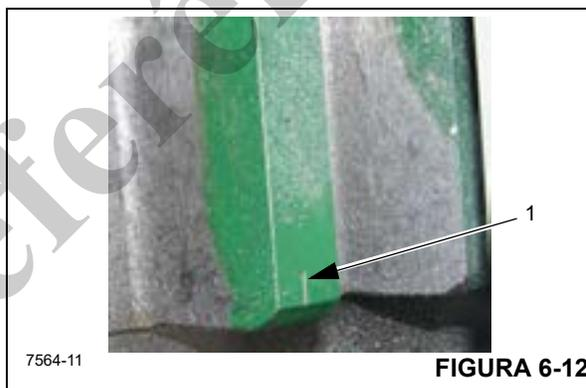
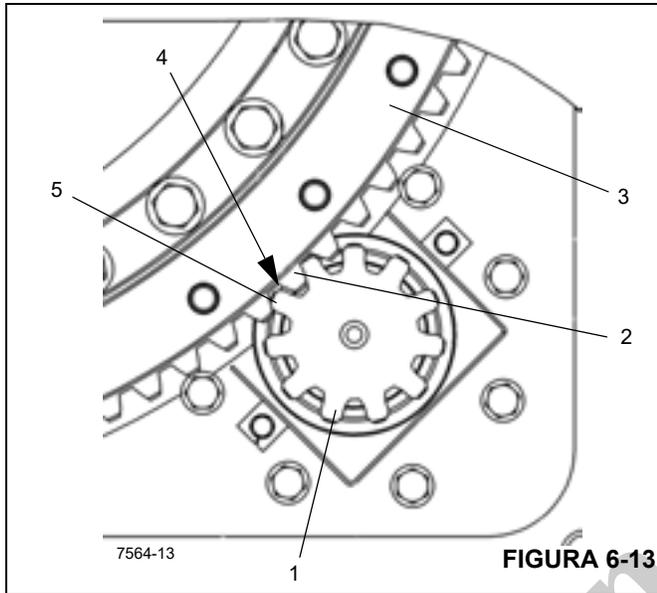

FIGURA 6-12
FIGURA 6-13
6. Instale o pinhão de acionamento do giro (1) Figura 6-13 de modo que os dentes de engrenagem do pinhão de acionamento estejam alinhados com o dente (2) do ponto superior (excentricidade máxima) no rolamento da torre (3).
O ponto superior ou excentricidade máxima do rolamento a torre é identificado na fábrica usando três dentes de engrenagem em sequência no rolamento da torre como o ponto superior. Os dentes um e três são estampados (1) Figura 6-12 com uma marca de traço na parte superior e inferior do dente da engrenagem. Use estes três dentes de engrenagem ao instalar o acionamento de giro e verifique a folga mostrada na Figura 6-13.
7. Verifique a folga (4) Figura 6-13 com um calço de 0,203 mm (0.008 pol.) de espessura entre o dente da engrenagem do pinhão de acionamento (5) e o ponto superior do dente de engrenagem (excentricidade máxima) (2) no rolamento da torre.
NOTA: Se um novo rolamento (3) Figura 6-13 estiver sendo instalado, uma nova engrenagem de pinhão (1) também deve ser usada.